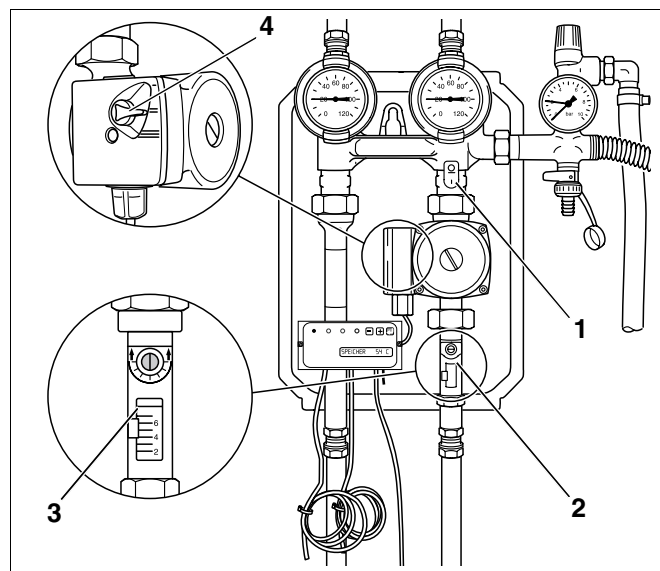

Fig. 29 Ajuste do caudal
- Feche o(s) travão(ões) antigravidade (Fig. 29, **Item 1**). Para o efeito, a fenda do parafuso deve ser rodada para a direita e ser colocada na horizontal.
- Abra o limitador de caudal (Fig. 29, **Item 2**). Para o efeito, a fenda do parafuso deve ser colocada na posição vertical.
- Controle o caudal através do visor do limitador de caudal (Fig. 29, **Item 3**, Página 29).
- Para ajustar previamente o caudal, ajuste o interruptor gradual da(s) bomba(s) de circulação (Fig. 29, **Item 4**, Página 29) de tal maneira que seja atingido ou ultrapassado o caudal necessário com uma selecção de velocidade o mais baixa possível.
A torneira de vedação do limitador de caudal (Fig. 29, **Item 2**, Página 29) é utilizada para afinar o caudal.
- Feche a torneira de vedação do limitador de caudal (Fig. 29, **Item 2**, Página 29) com uma chave de fendas até ao ponto em que o caudal recomendado for indicado pelo bordo inferior do flutuador no visor.